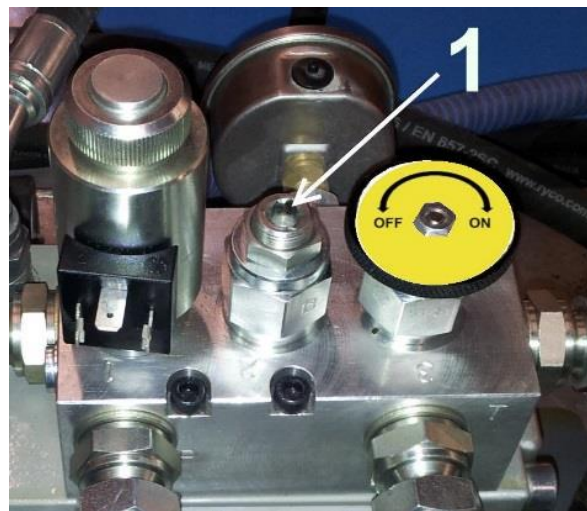

Bild 7
5. Justera vattentrycket ca 40–180 bar. (Bild 7 och 8) (Skruv 1 justeras med en 8 mm:s insexnyckel)